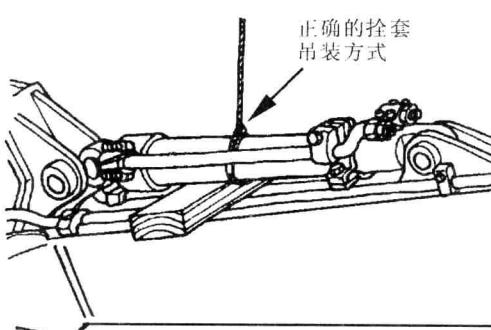

图 1-3 正确的拴套吊装方式
1) 将衬垫（软物质）垫在货物的尖角部分，以使尼龙吊索不直接接触尖角，使用衬垫可防止尼龙吊索破损，并防止起吊货物滑落。正确的拴套吊装方式如图 1-3 所示。